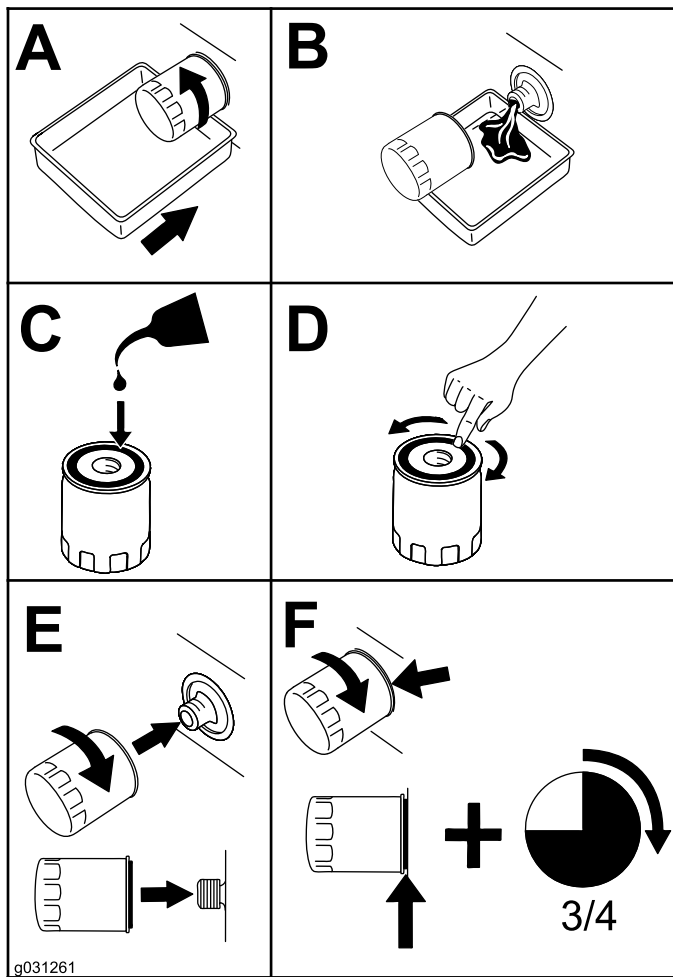

Figura 56
10. Cambie el filtro de aceite (Figura 56).